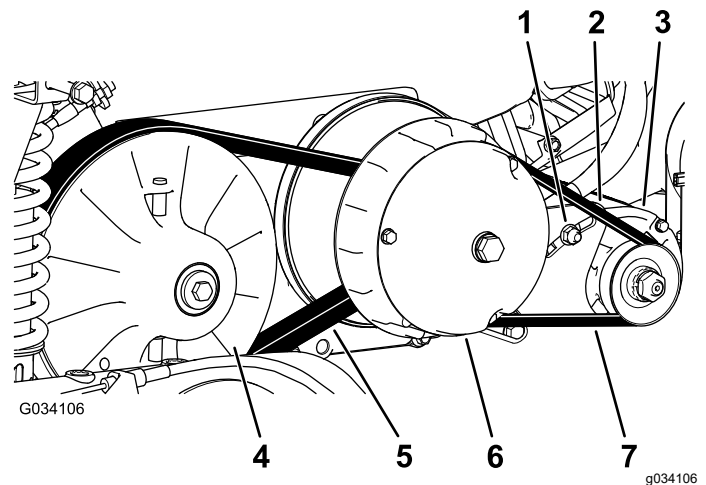

Figure 63
6. Faites tourner la courroie (Figure 63) pour vérifier qu'elle n'est pas excessivement usée ou endommagée.
3. Faites tourner la courroie et faites-la passer sur l'embrayage secondaire (Figure 63).
4. Enlevez la courroie de l'embrayage primaire (Figure 63).
5. Placez la courroie neuve sur l'embrayage principal (Figure 63).
6. Faites tourner la courroie et faites-la passer sur l'embrayage secondaire (Figure 63).
2. Desserrez l'écrou de pivot de l'alternateur (Figure 63).
4. Appuyez sur le levier pour faire pivoter le démarreur vers le bas dans la fente jusqu'à ce que la tension de la courroie produise une flèche de seulement 6 mm (¼ po) quand une force de 44 N·m (10 pi-lb) est appliquée (Figure 63).
5. Resserrez l'écrou de pivot à la main et enlevez le levier (Figure 63).